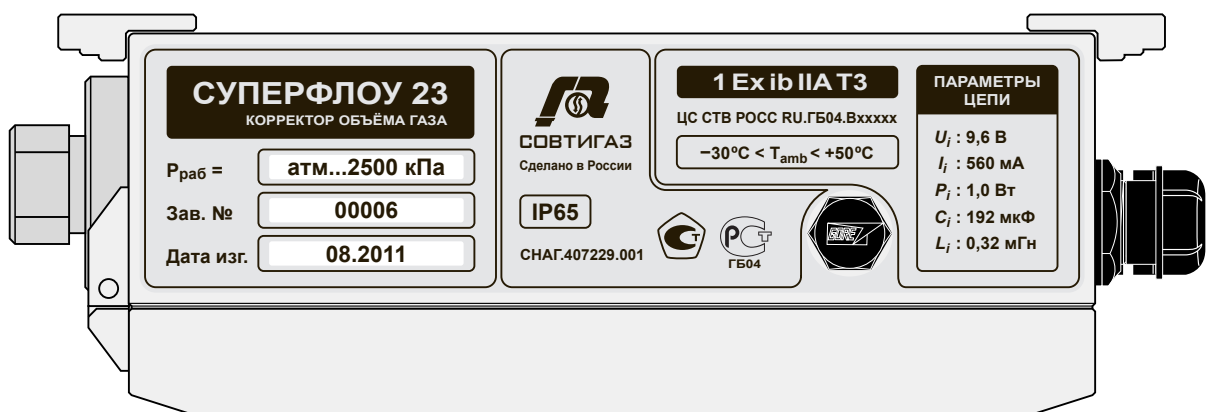

Рисунок 5 Табличка с данными прибора
На верхней стенке корректора (рис. 5) размещён шильдик, содержащий сведения о взрывозащищённости в соответствии с требованиями к маркировке ГОСТ Р 52350.11.
1.6.1 На табличке, размещённой на верхней стенке корпуса (рис. 5), приведены следующие данные: